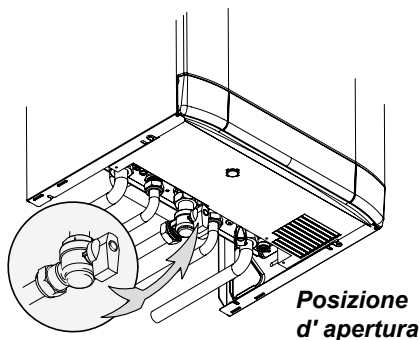

Figura 2.1
- Aprire il rubinetto gas della caldaia (Figura 2.1), ed eventuali rubinetti di intercettazione presenti nell'impianto.